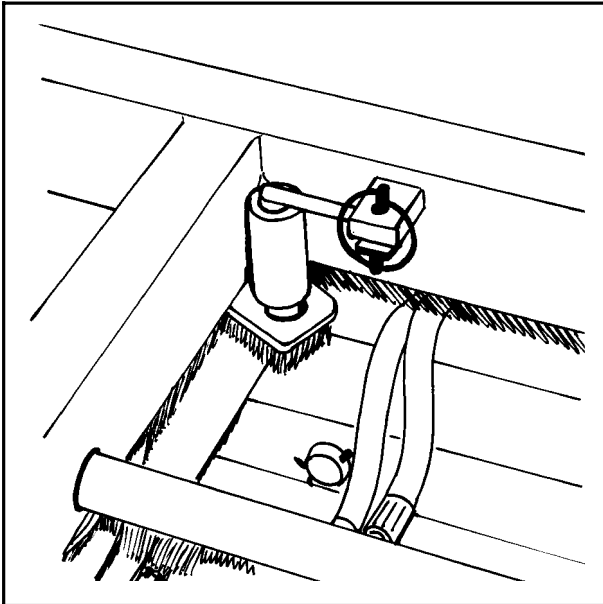

Bild 2-4
1. Die Maschine ist mit einer Transportsicherung ausgestattet. Diese muß vor jedem Transport immer verriegelt werden. Wenn sich der Drehtisch in der richtigen Position befindet, kann der hierfür vorgesehene Bolzen in die entsprechende Öffnung geführt und mit einem Splint gesichert werden (Abb. 2-4).